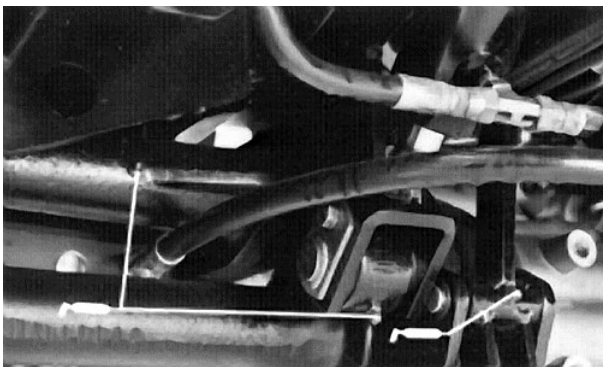
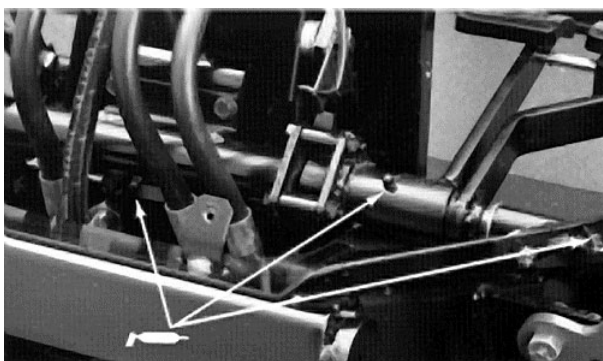
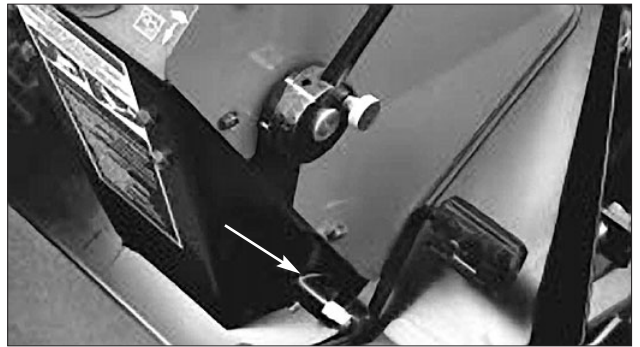
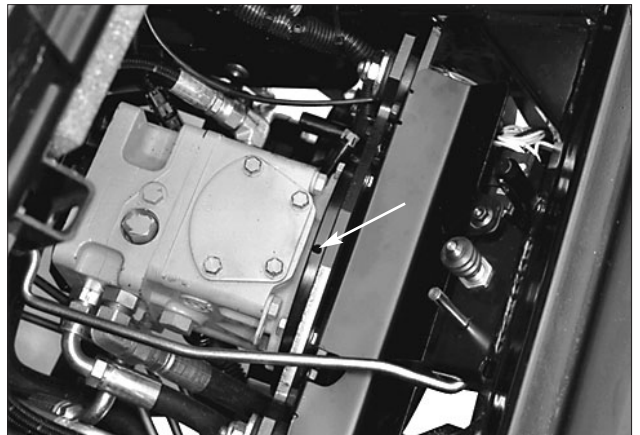

Bild 18
Bild 19
Bild 20
Bild 21
Die zu fettenden Schmiernippel sind: Hubarmgelenk (2), Hubzylinder (4), Bremsarmgelenke (2) (Bild 18); Bremsgelenk (1), Bremsgelenke (2) (Bild 19); Fahrpedalgelenk (1) (Bild 20); Antriebswelle – Motor:Pumpe (2) (Bild 21 u. 22); Fahrtrieb-Einstellung (1) (Bild 23); ZWA-Lager (Bild 24); zentrales Gelenk (1) (Bild 25); Zugstangengruppe (2), Achsschenkel (2), Zylinderenden (2) (Bild 26).